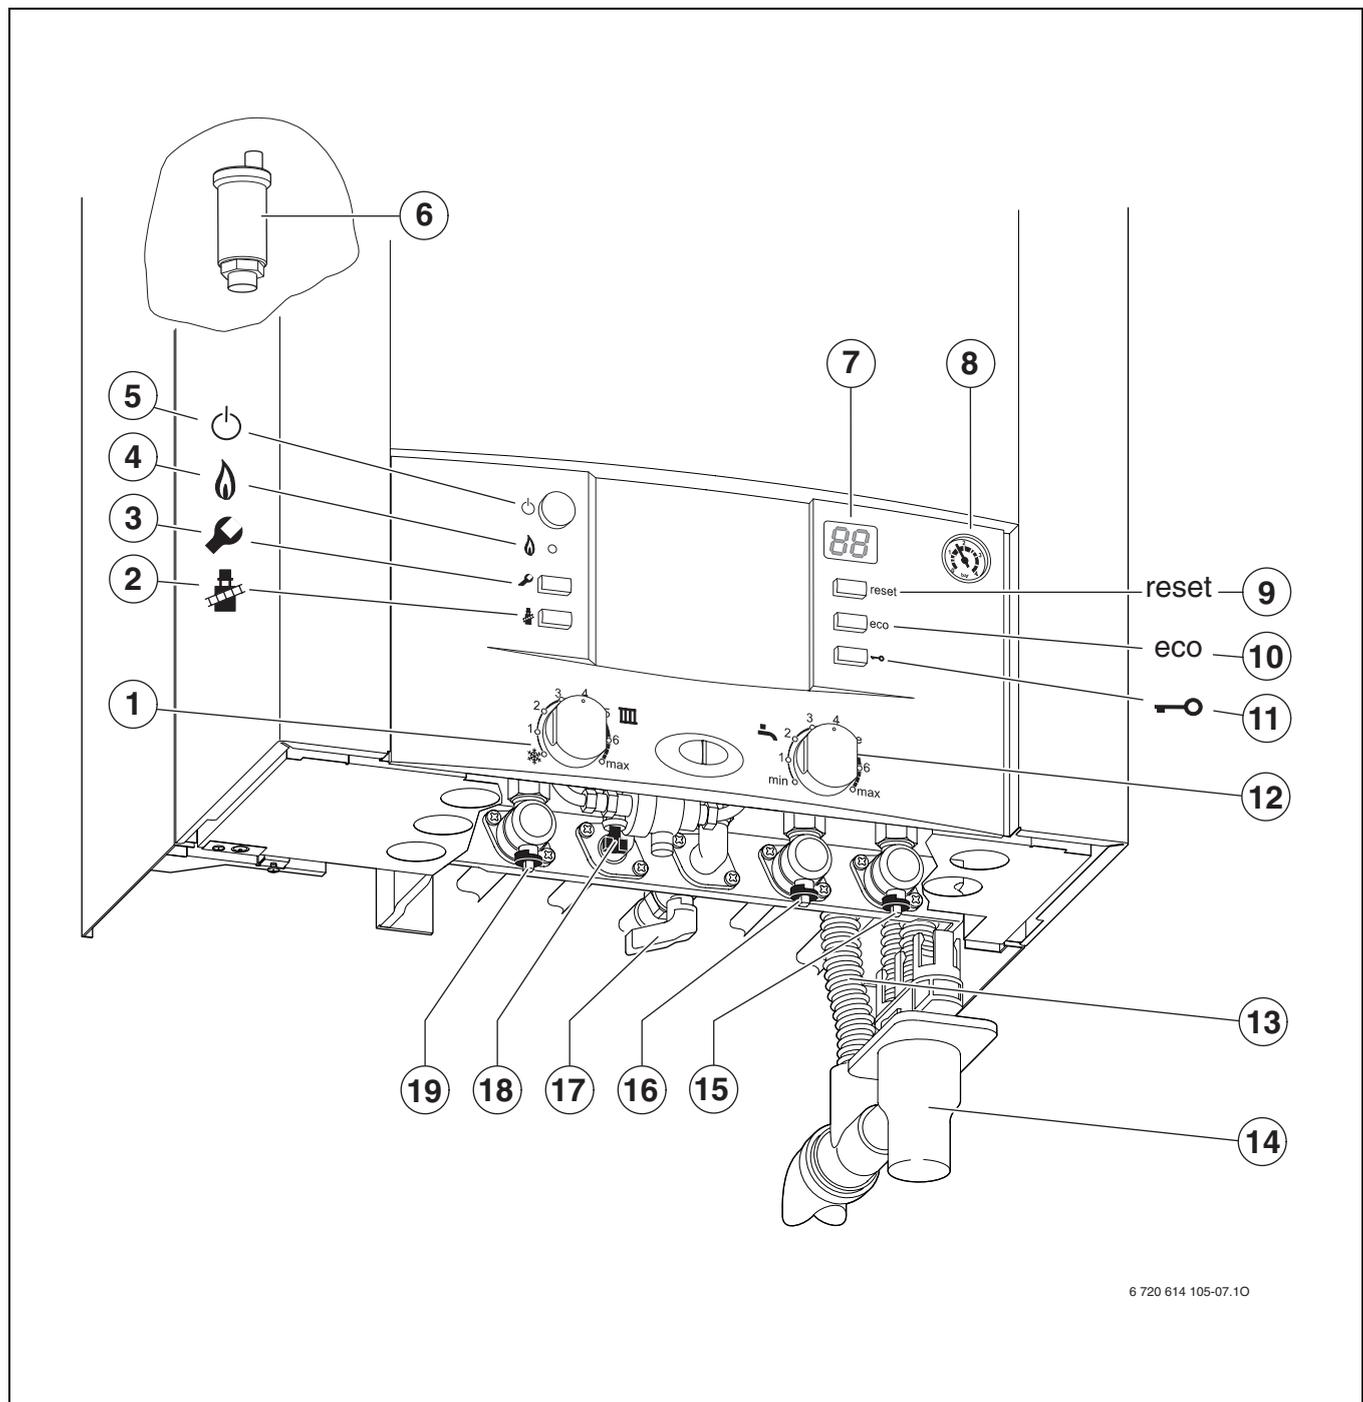

Fig. 26 Vista caldaia con accessorio DOS GA 5/18
- ▶ Aprire il rubinetto di acqua fredda (→ pos. 17).
- ▶ Riempire l'impianto di riscaldamento a 1 - 2 bar tramite il dispositivo di riempimento incorporato (pos. 19, fig. 26) e chiudere il rubinetto di riempimento.
- ▶ Aprire il rubinetto del gas (→ pos. 18).